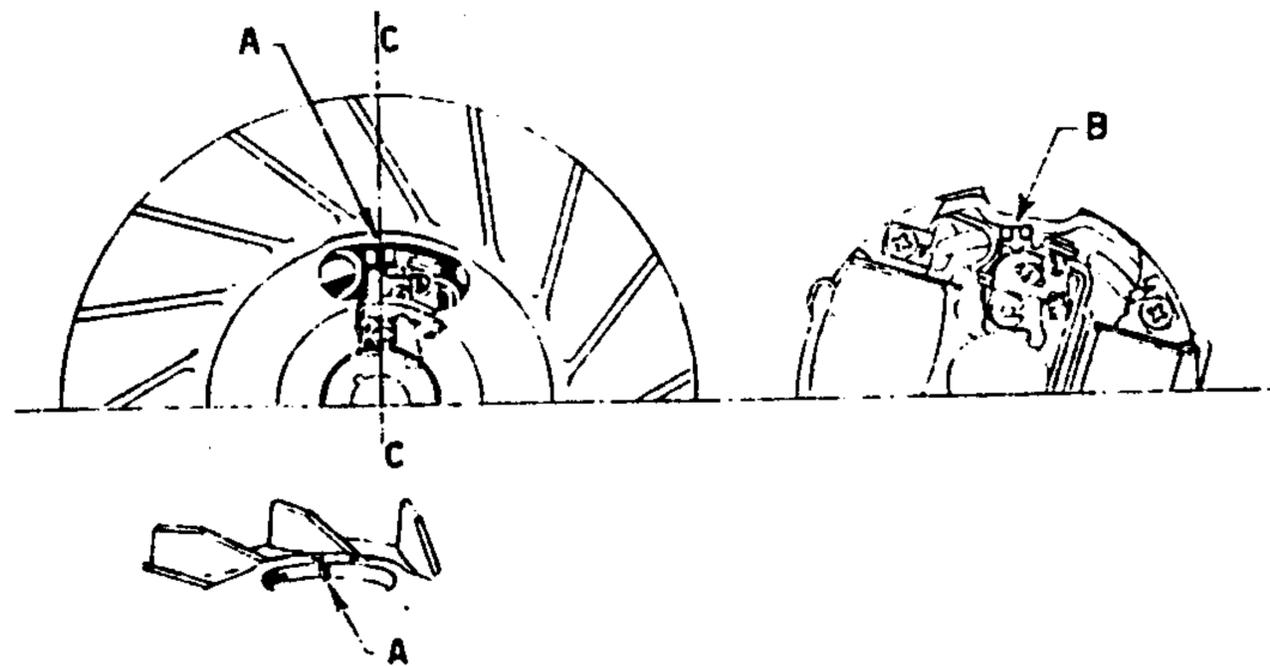

Fig. 49/1 - Limite di campo per la fasatura magnetica del volano.
- 7) - Con una sonda, eseguire il controllo dell'apertura massima delle puntine del ruttore: se questa rientra nel campo $0,3 \div 0,5$ mm. bloccare le viti di fissaggio dello statore; in caso contrario spostare lo statore, come indicato al punto 5, entro il campo di fasatura illustrato nei dettagli di fig. 49; ripristinare quindi l'inizio dell'apertura puntine sul punto di anticipo accensione e ricontrollarne l'apertura. Se con le operazioni di cui al punto precedente non si riesce ad ottenere che l'apertura max delle puntine rientri nel campo $0,3 \div 0,5$ mm., è in genere necessario sostituire il ruttore e ripetere l'operazione di fasatura.